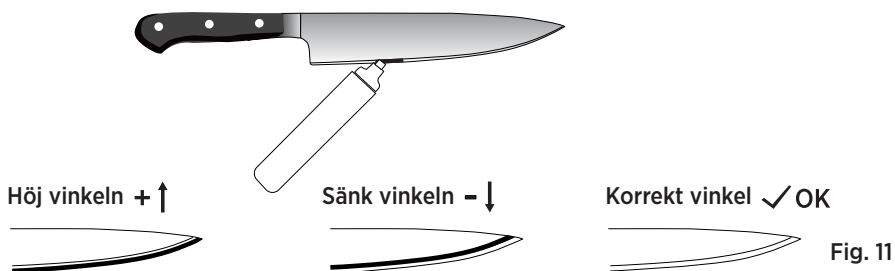

Fig. 11
Applicera en markering på skäreppen. Justera stödstången uppåt eller nedåt vid behov och slipa eggen försiktigt. När markeringen är helt borttagen och en ren egg framträder (Se Fig. 11), visar vinkelvärdet på skalan (A eller B) den korrekta slipvinkeln.
3. Vrid på vinkelåsknappen för att flytta stödstången uppåt eller nedåt vid behov och slipa skäreppen försiktigt. När markeringen på bladet är helt borttagen och en ren egg framträder, är inställningen korrekt. (Se Fig. 11)